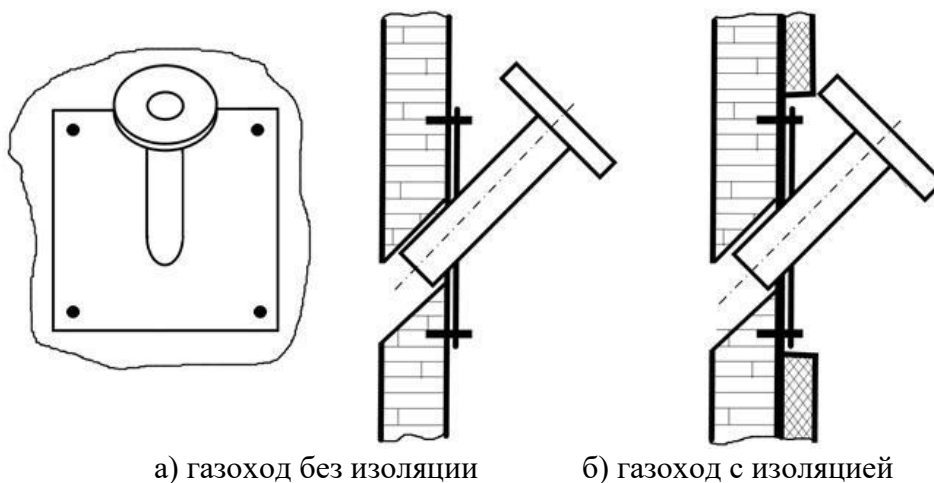

Рисунок 12 - Предварительное крепление фланцев с патрубком
- выполнить приблизительную центровку и прихватить саморезами крепежную пластину (см. рисунок 12).